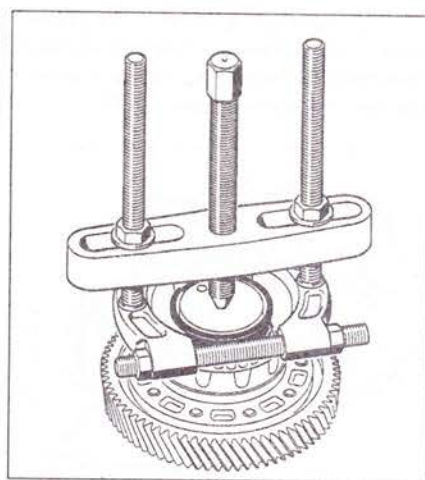

Рис. 5.69. Извлеките большой подшипник при помощи съемника.
5. Извлеките большой подшипник при помощи съемника (рис. 5.69).